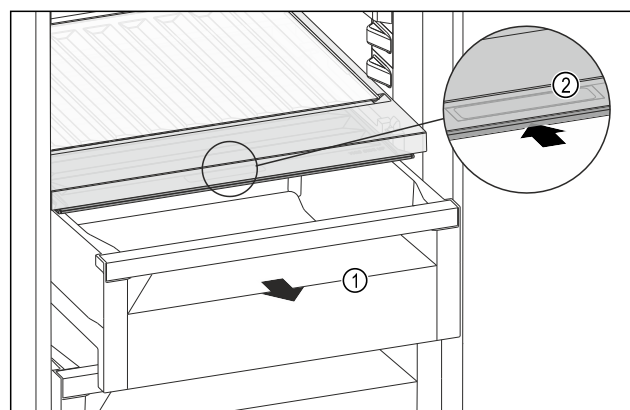

Fig. 263
- Estrarre il cassetto Fig. 263 (1).
- Afferrare la maniglia incassata Fig. 263 (2) sul coperchio dello scomparto e spingere allo stesso tempo all'indietro il coperchio dello scomparto.